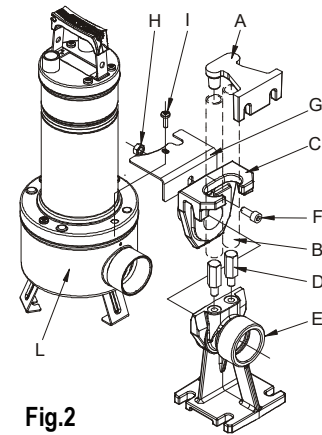

Fig.2
In instalatiile fixe, se recomanda utilizarea dispozitivului de ridicare DSD2 (disponibil la cerere - **Fig.2**) pentru a usura operatiunile de intretinere asupra electropompei. Daca dispozitivul de ridicare este montat intre gura de refulare a electropompei si conducta, atunci nu mai este necesara demontarea conductei de refulare pentru efectuarea interventiilor de intretinere. Dispozitivul de ridicare DSD2, este alcatuit din 8 componente, plus unul nefurnizat (conducta de ¾"):
Piciorul de sprijin trebuie pozitionat pe fundul putului si fixat cu suruburi expandate, dimensionate corespunzator. Suportul de fixare al conductelor se va pozitiona in partea de sus a putului si se va introduce la capetele celor doua conducte de $\frac{3}{4}$ " (nefurnizate), care indeplinesc functia de sistem de culisare. Cele doua conducte realizeaza legatura intre sistemul de fixare si piciorul de sprijin. Pozitionati suportul de baza astfel incat sa fie in contact cu filtrul pompei in apropierea gurii de refulare, fixandu-l cu cele doua suruburi destinate pentru fixarea capacului filtrului. Indepartati surubul din partea superioara al flansei pozitionata pe refulare (I). Montati suportul antitrotire (G). Remontati surubul (I). Extrageți suportul culisant din piciorul de cuplare si conectati-l la gura de refulare al pompei. Fixati suportul culisant pe pompa cu ajutorul surubului (F) si a piulitei (H), conform indicatiilor din figura. Repozitionati suportul/pompa pe picior (Fig.2)